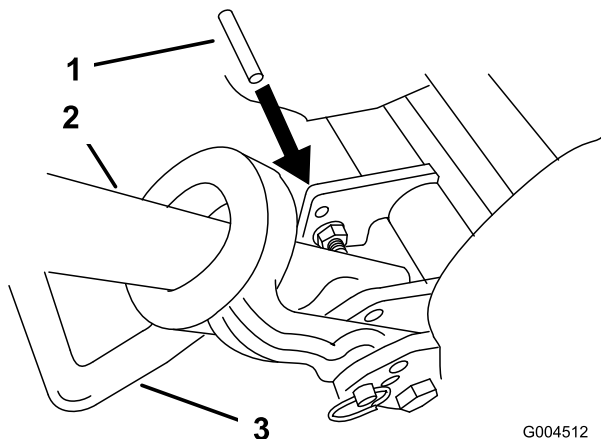

Bild 44
2. Lassen Sie den Ständer ab. Setzen Sie einen Stift oder etwas Äquivalentes mit einem Durchmesser von 6,4 mm in das Rahmenloch über dem Ständerbefestigungsbolzen ein (Bild 44).